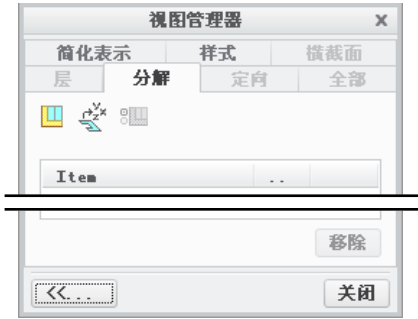
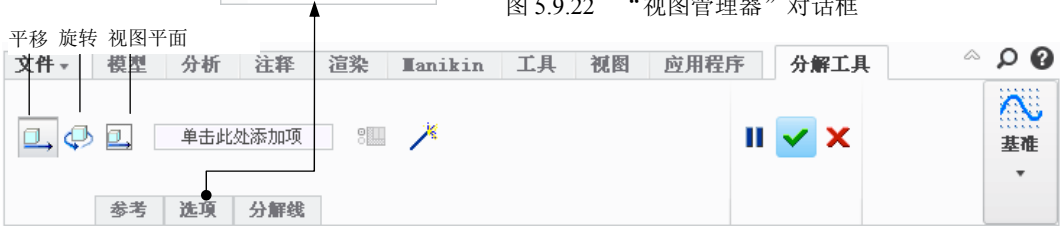

图 5.9.22 “视图管理器”对话框
图 5.9.23 “分解工具”操控板
Step3. 单击“视图管理器”对话框中的 **属性>>** 按钮，在图 5.9.22 所示的“视图管理器”对话框中单击  按钮，系统弹出图 5.9.23 所示的“分解工具”对话框。
- (1) 在“分解工具”操控板中单击“平移”按钮 .
- (2) 在图 5.9.23 所示的“分解工具”操控板中激活“单击此处添加项”，再选取图